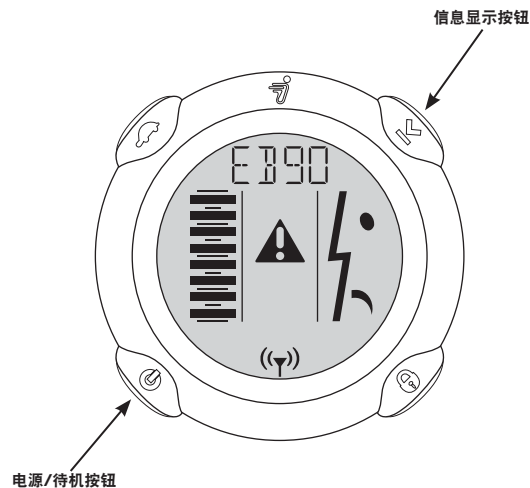

图 26：训练安全停车期间的 InfoKey 控制器
5. 第三个人随后可以同时按下并按住信息显示按钮和电源/待机按钮，直到安全停车开始。图 26 显示了训练安全停车期间的 InfoKey 控制器显示屏。